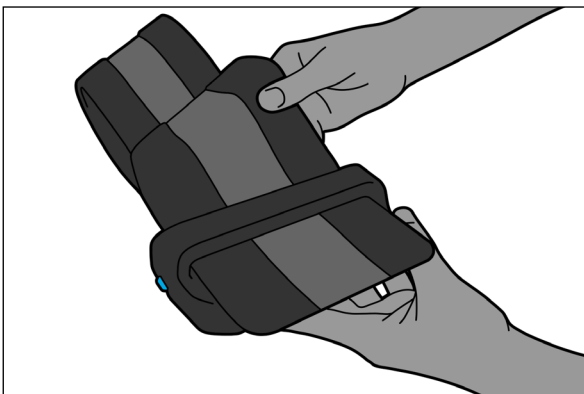
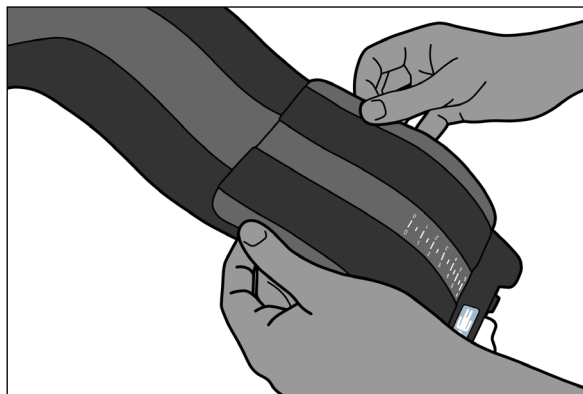

Fig. 2
Fig. 3
2. Posizionare la cinghia con i numeri rivolti verso il basso, quindi far passare l'estremità lunga della cinghia attraverso il morsetto (Fig. 2). Riportare la cinghia su se stessa assicurandosi che il gancio sia inserito per tutta la lunghezza sull'anello (Fig. 3).